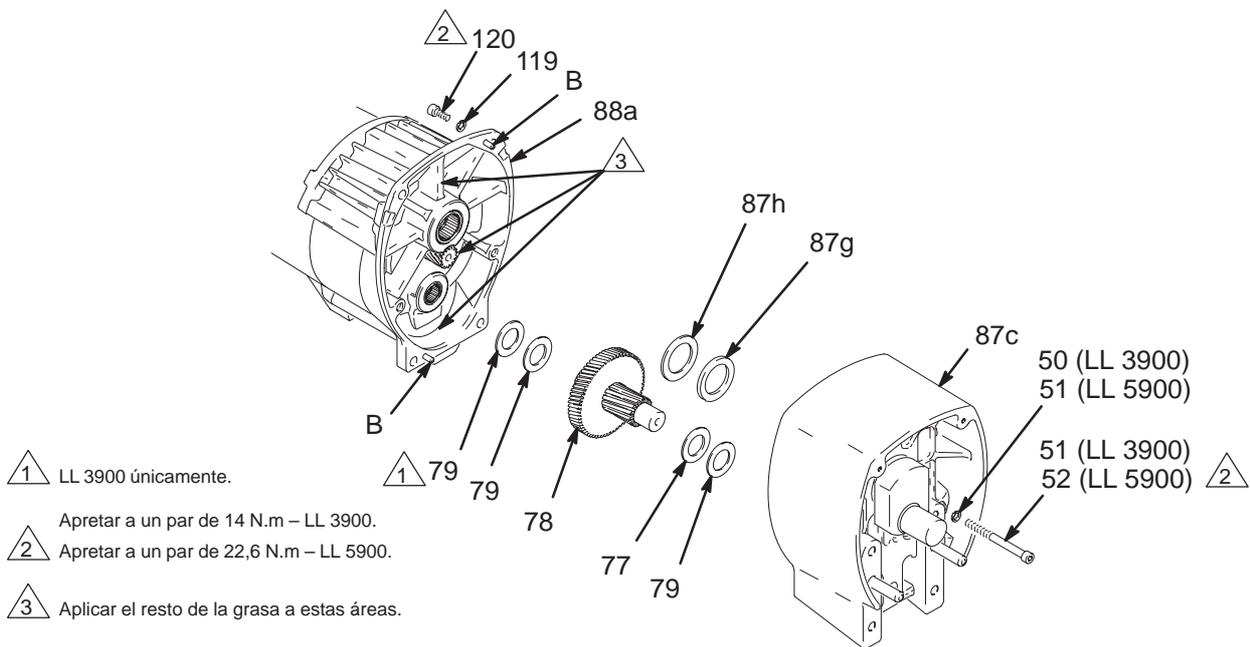

Fig. 4
- Fig. 4. Saque el alojamiento del cojinete. Realice los pasos del 1. al 8. del procedimiento de la sección **Cambio del alojamiento del cojinete y de la biela**, en la página 8.
- Saque los dos tornillos (51) y las arandelas de seguridad (50).
- Saque los cuatro tornillos (120) y las arandelas de seguridad (119) del alojamiento del piñón (88a).
- Golpee suavemente alrededor del alojamiento de impulsión (87c) para aflojarlo. Separe el alojamiento de impulsión del alojamiento del piñón. Hay que estar preparado para sujetar el tren de engranajes (78), que puede salirse al hacer este movimiento.